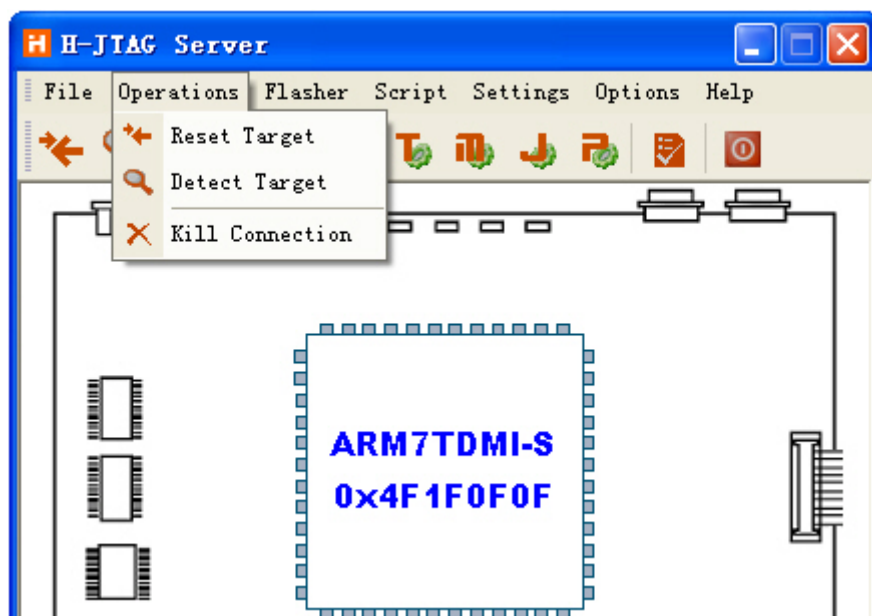
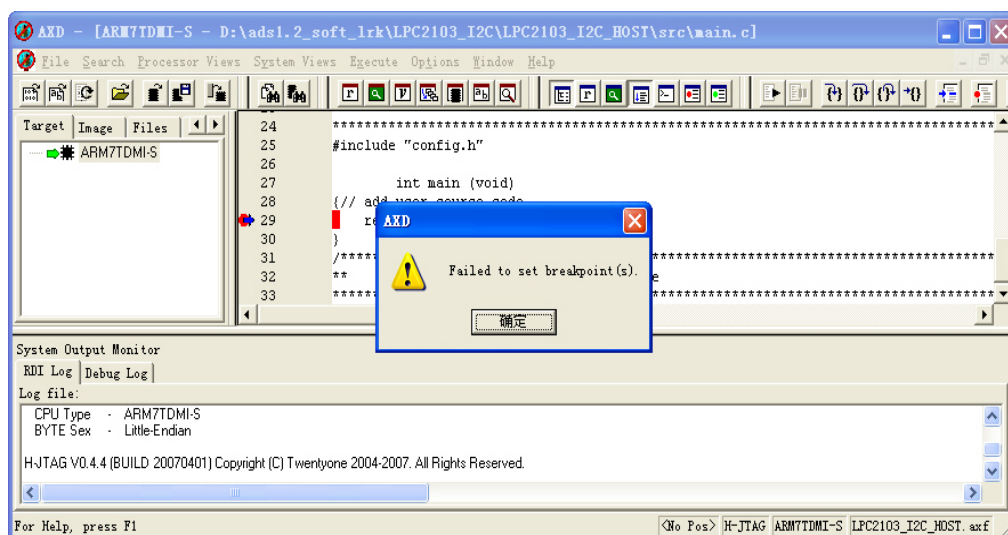

图 3.34 Reset Target
图 3.35 不能重新建立断点
(1) 在进行 AXD 仿真调试前，需要首先打开 H-JTAG Server 检测芯片内核，并且要选择 Auto Load 选项，同时要在 H-Flasher 中选择芯片型号；
(2) 在AXD调试过程中，将开发板硬件复位，如果需要继续调试，需要在H-JTAG Server中复位目标项——Reset Target，如所图 3.34示，然后Reload Image，此时会弹出“不能重新建立断点”的错误信息，如图 3.35所示；